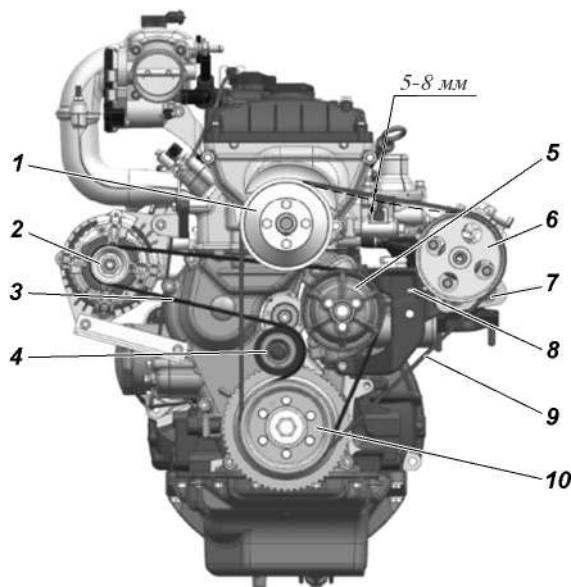

Рис. 9.6. Натяжение ремней привода агрегатов:
**На автомобилях без кондиционера**, натяжение ремня 3 (рис. 9.6) привода насоса системы охлаждения и генератора обеспечивается автоматическим механизмом натяжения 4. В процессе эксплуатации автоматический механизм натяжения не требует обслуживания и регулировки.
Натяжение ремня 9 (рис. 9.6) привода вентилятора и насоса гидроусилителя рулевого управления производится перемещением насоса 6, для чего необходимо: ослабить